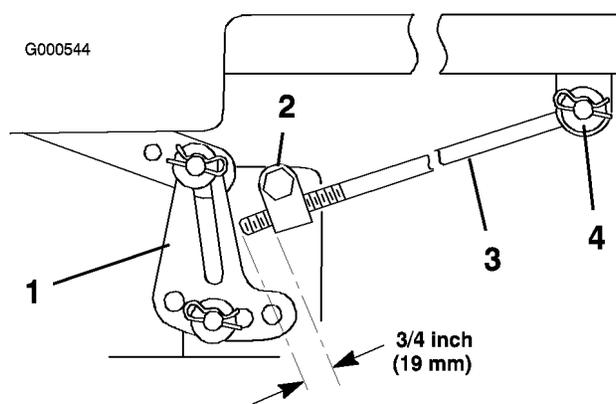

Figure 44
- Mesurez la longueur de tige qui dépasse du bloc de réglage sur les côtés du châssis (Figure 44).
- Si la longueur n'est **pas** égale à 19 mm, retirez la goupille fendue et la rondelle de l'extrémité de la tige (Figure 44), puis vissez ou dévissez la tige jusqu'à obtention de la longueur requise.